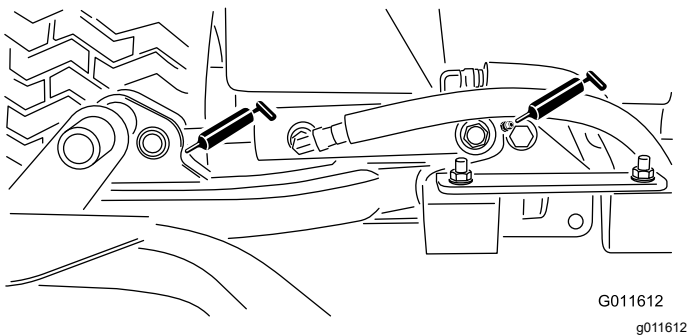

Figura 42
- Cilindri del braccio di sollevamento degli apparati di taglio (2 ciascuno) – Figura 42
- Perna orientabili del braccio di sollevamento (1 ciascuno) – Figura 42